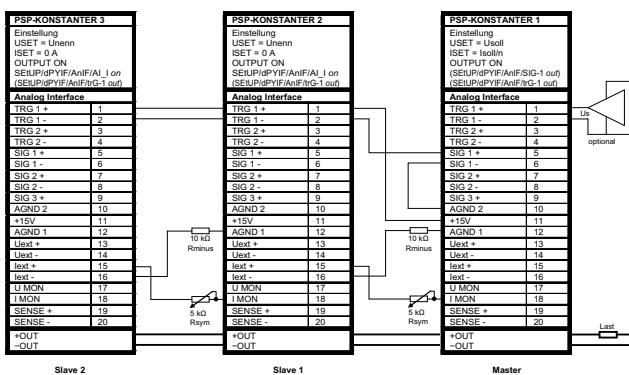

Bild 7.9.2 Verdrahtung für Master / Slave Parallelschaltung
- Verkoppeln Sie Master- und Slave-Gerät(e) wie in Bild 7.9.2 dargestellt.
- Damit wie im Beispiel Bild 7.9.2 der OUTUT ON Zustand der Slaves mit dem OUTPUT ON Zustand des Masters über die Signalausgangs- und Triggereingangsbeschaltung geschaltet wird, muss am Master „SEtUP/dPYIF/AnIF/SiG-(x1) out“ und an den Slaves „SEtUP/dPYIF/AnIF/trG-(x2) out“, (x1) und (x2) im Beispiel jeweils 1, eingestellt werden.